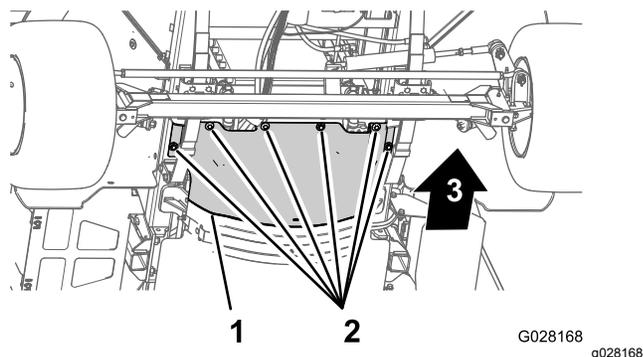

Рисунок 58
3. Выверните 6 болтов с шестигранными головками и снимите 6 шайб, которые крепят передний теплоизолирующий экран к шасси, и снимите экран (Рисунок 58).